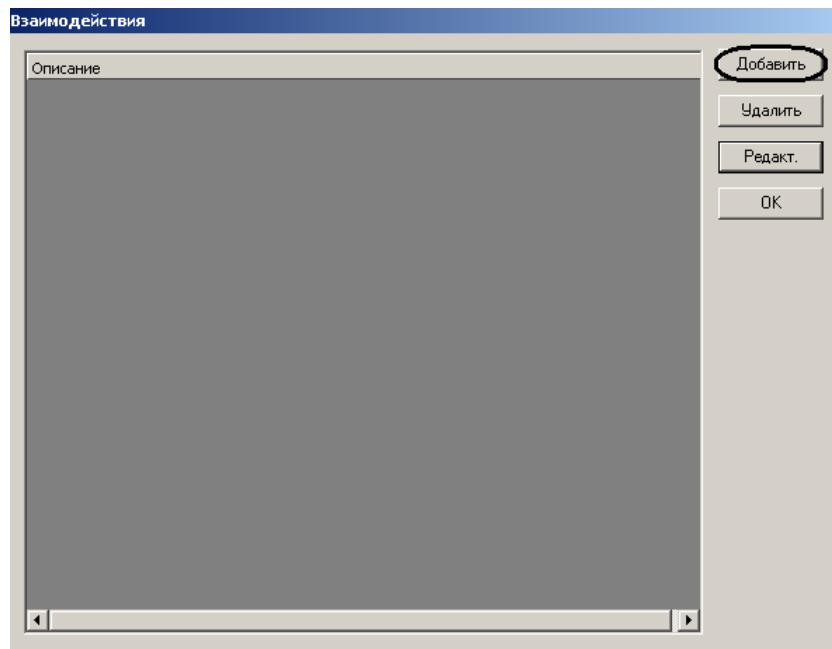

Рис. 3.3-26 Окно Взаимодействия
Откроется окно **Взаимодействия** (Рис. 3.3-26).
2. Для добавления взаимодействия необходимо нажать кнопку **Добавить** (см. Рис. 3.3-26).